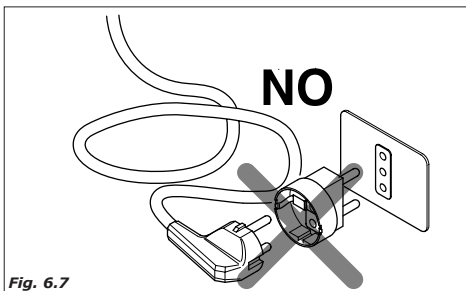

Fig. 6.7
- Los tomas que no sean compatibles con la clavija, se han de sustituir (Fig.6.7).